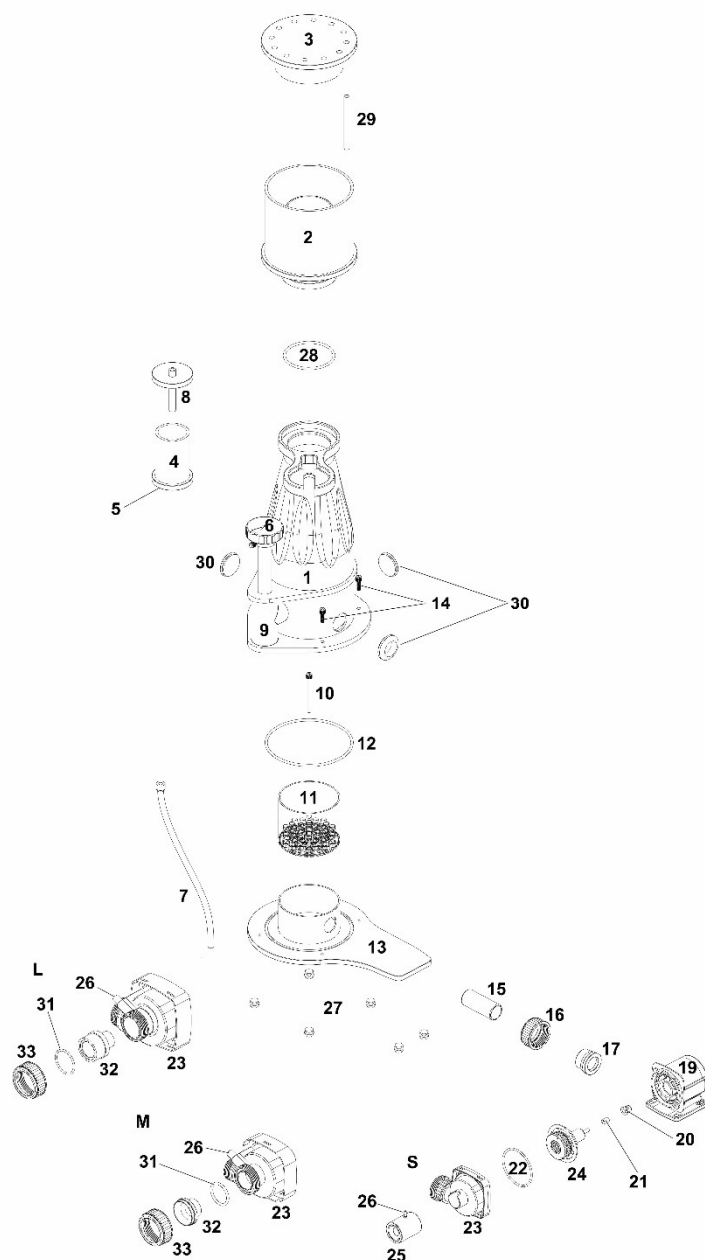

Fig. 1: Ocean Queen
Lato pressione: Il lato pressione è collegato allo schiumatoio tramite l'attacco esistente tramite un pezzo di tubo. Assicurarsi che l'O-ring (Fig. 1, n. 18) sia posizionato nella scanalatura.
- Il tubo dell'aria deve essere sempre installato verso l'alto, sopra il livello dell'acqua nello skimmer. Questo tubo dell'aria non deve pendere. Pertanto, dovrebbe essere sempre collegato al silenziatore (Fig. 1, No. 5). Collegare l'estremità inferiore del tubo alla presa d'aria della pompa. La coppa della schiuma viene semplicemente inserita nell'alloggiamento dello schiumatoio dall'alto.
di regolazione (Fig. 1, No. 6) e / o il controller della pompa in modo da produrre una schiuma quasi asciutta. C'è una freccia sulla vite di regolazione. Se punta allo skimmer, l'uscita è impostata al livello più basso.